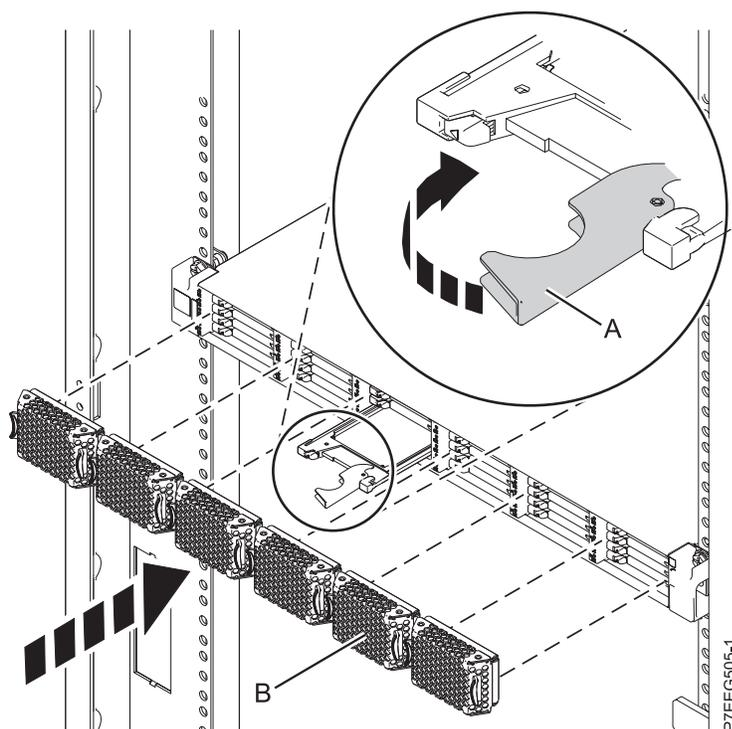

Figure 35. Remplacement d'une unité SSD dans le Boîtier de stockage PCIe 58/88.
3. Tournez la poignée de verrouillage (A) pour la mettre en position verrouillée, comme indiqué à la figure 35.
4. Installez le panneau (B).